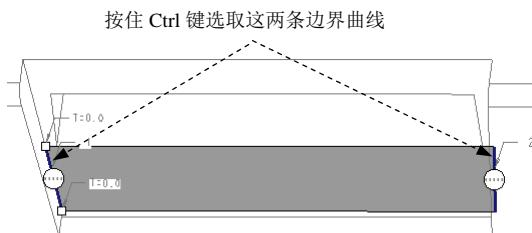

图 20.26 定义边界曲面 8
- (1) 按住 Ctrl 键, 选取合并面组 8 和边界曲面 7。
- (2) 单击 **分型面** 操控板中 **编辑** ▾ 区域的 **合并** 按钮, 此时系统弹出“合并”操控板。
- (3) 在操控板中单击 **选项** 按钮, 在“选项”界面中选中 相交 单选项。
- (4) 在“合并”操控板中单击 **确定** 按钮。
Step22. 创建图 20.26 所示的边界曲面 8。
- (1) 单击 **模型** 功能选项卡中的 **切口和曲面** ▾ 按钮, 在系统弹出的菜单中依次单击 **曲面** ▾ **→** **边界混合**, 系统弹出“边界混合”操控板。
- (2) 定义边界曲线。按住 Ctrl 键, 依次选取图 20.26 所示的两条边界曲线。
- (3) 在操控板中单击 **确定** 按钮, 完成边界曲面 8 的创建。